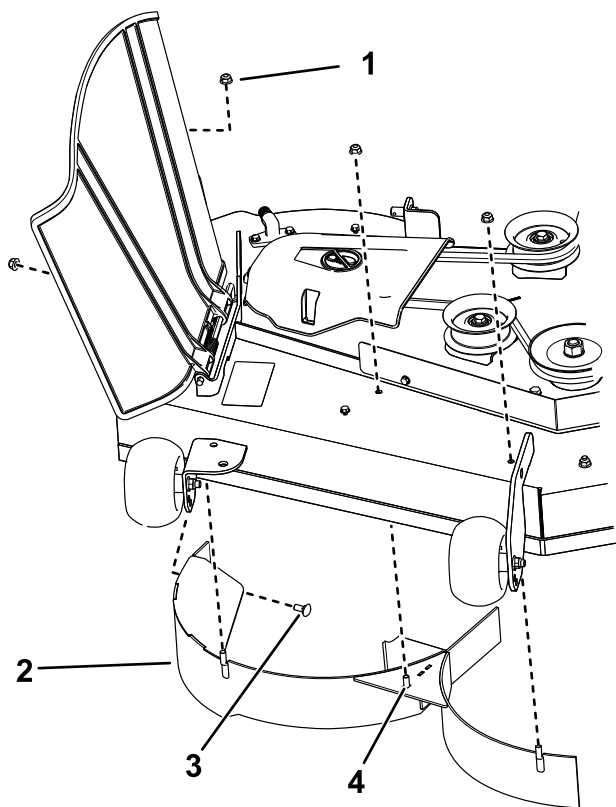

Figura 13
4. Remova as três porcas de bloqueio (5/16 pol.) dos postes soldados do abafador direito (Figura 13).
5. Remova os dois parafusos de carroçaria e duas porcas de bloqueio que prendem o abafador direito à plataforma e remova o abafador (Figura 13).
6. Localize os 3 parafusos nas peças soltas e utilize as porcas de bloqueio existentes e instale estas fixações nos orifícios usados para os postes soldados (Figura 13) para evitar que os detritos sejam projetados.